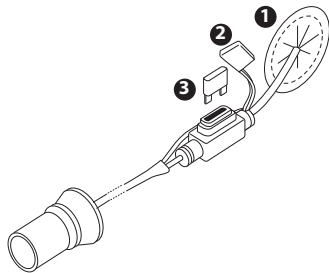

Figura 2: Sostituzione del fusibile della batteria
2. Rimuovere il portafusibili. Fare riferimento alla Figura 2.